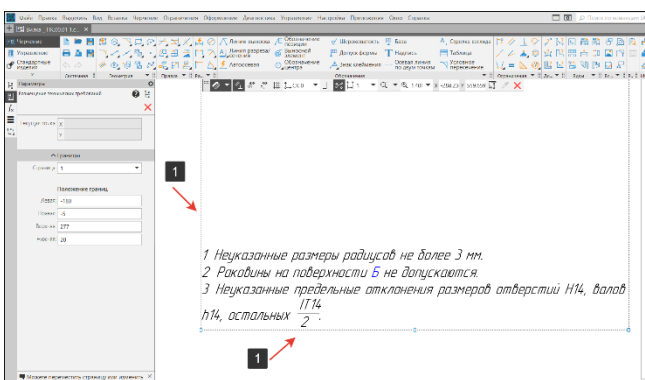

Рисунок 276 – Рамка технических требований
- В режиме размещения вокруг текста технических требований отображается рамка (1) с точками по углам (Рисунок 276);